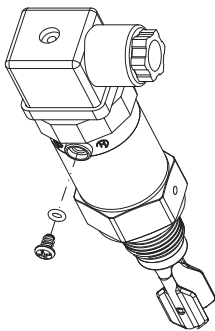

图 14
- (1) 用螺丝刀拧开并取下壳体部分的螺丝（见图14），可见到内部的电子电位计；